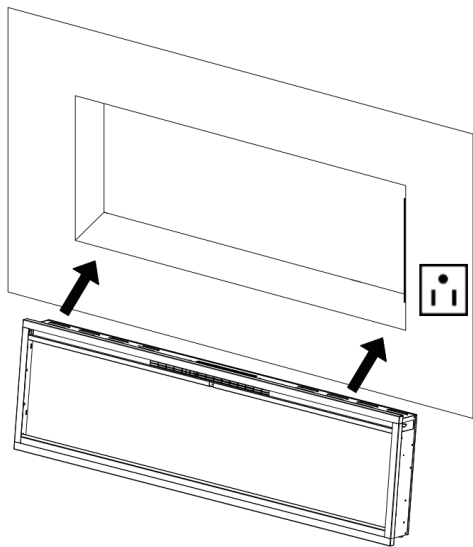

Fig. 2-1
2. levante el hogar de dos adultos, introdúzcalo en el marco del armazón y fíjelo con dos tornillos para madera (B) a través de los orificios (Fig. 2-1 y 2-2).